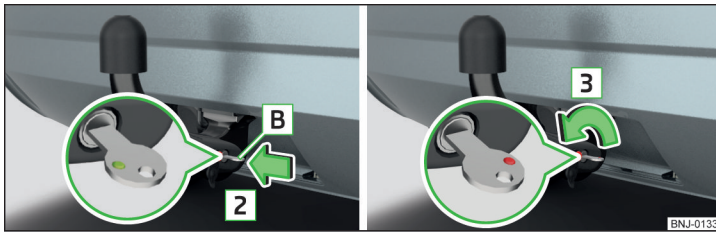

Fig. 251 Introduceți cheia în încuietore/Deblocați încuietorea
- › Introduceți cheia **B** în încuietore în sensul săgeții **2**, astfel încât marcajul verde al acestuia să fie orientat în sus » fig. 251.